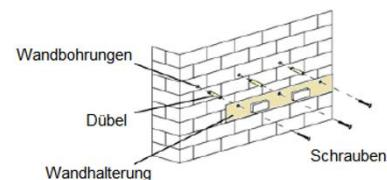

Fig. 1
2. Bor 3 huller i væggen (fig. 1).